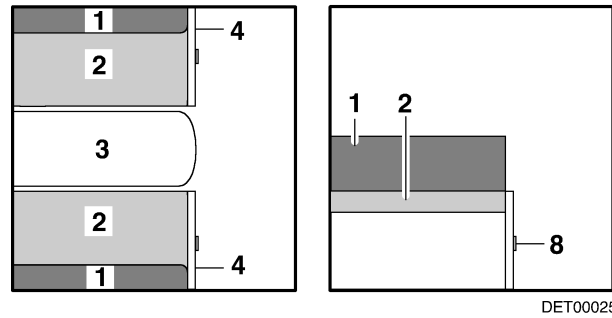

Bild 53 Halogenstrahler
- Gehäuse (Bild 53,1) fassen und drehen.
- Halterung (Bild 53,2) fassen.